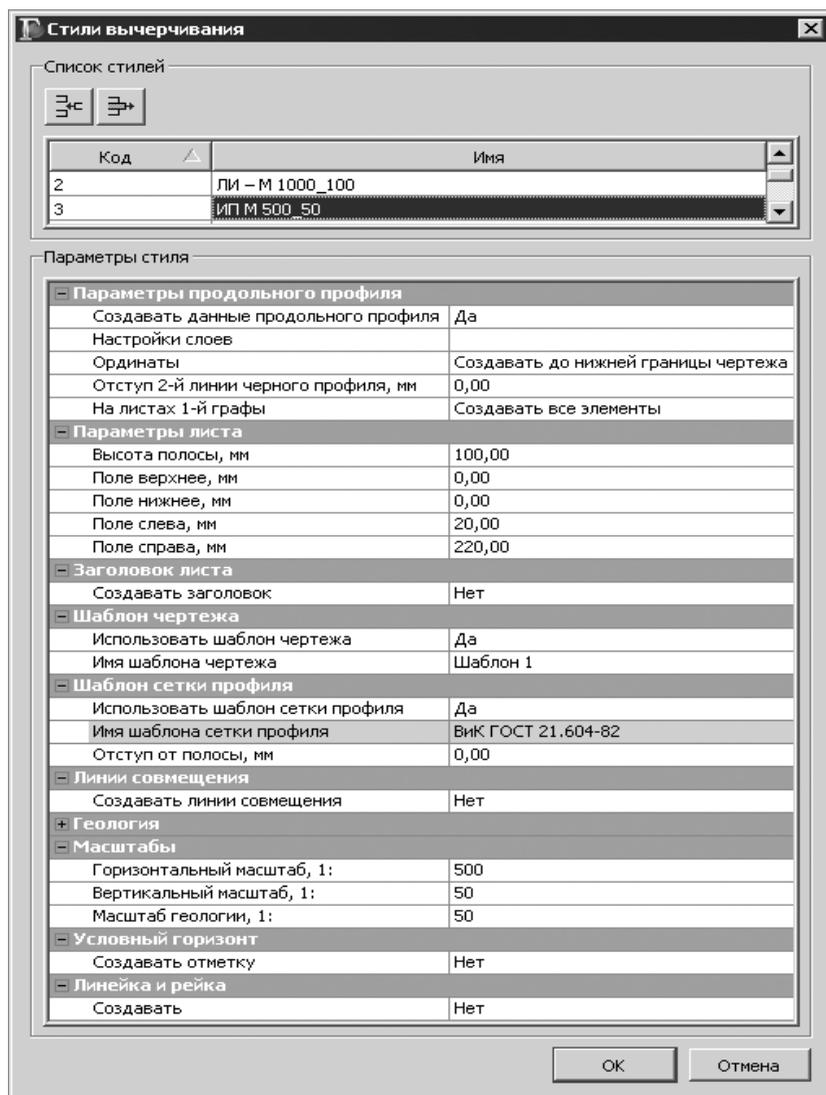

Рис. 13.4
Перед созданием чертежей продольного профиля можно выполнить настройку стилей вычерчивания. Стили создаются, редактируются, удаляются в отдельном диалоге **Стили вычерчивания** (рис. 13.4), который вызывается одноименной командой, находящейся в меню **Сетка чертежей профиля**. Стили вычерчивания являются общим ресурсом, импортируются и экспортируются через файл DBX. В стиле задаются практически все свойства, которые необходимы для оформления чертежа. Подробнее рассмотрим наиболее важные.
2. В открывшемся диалоге **Стили вычерчивания** (рис. 13.4) в **Списке стилей** выберите стиль – *ИП М 500_50*.